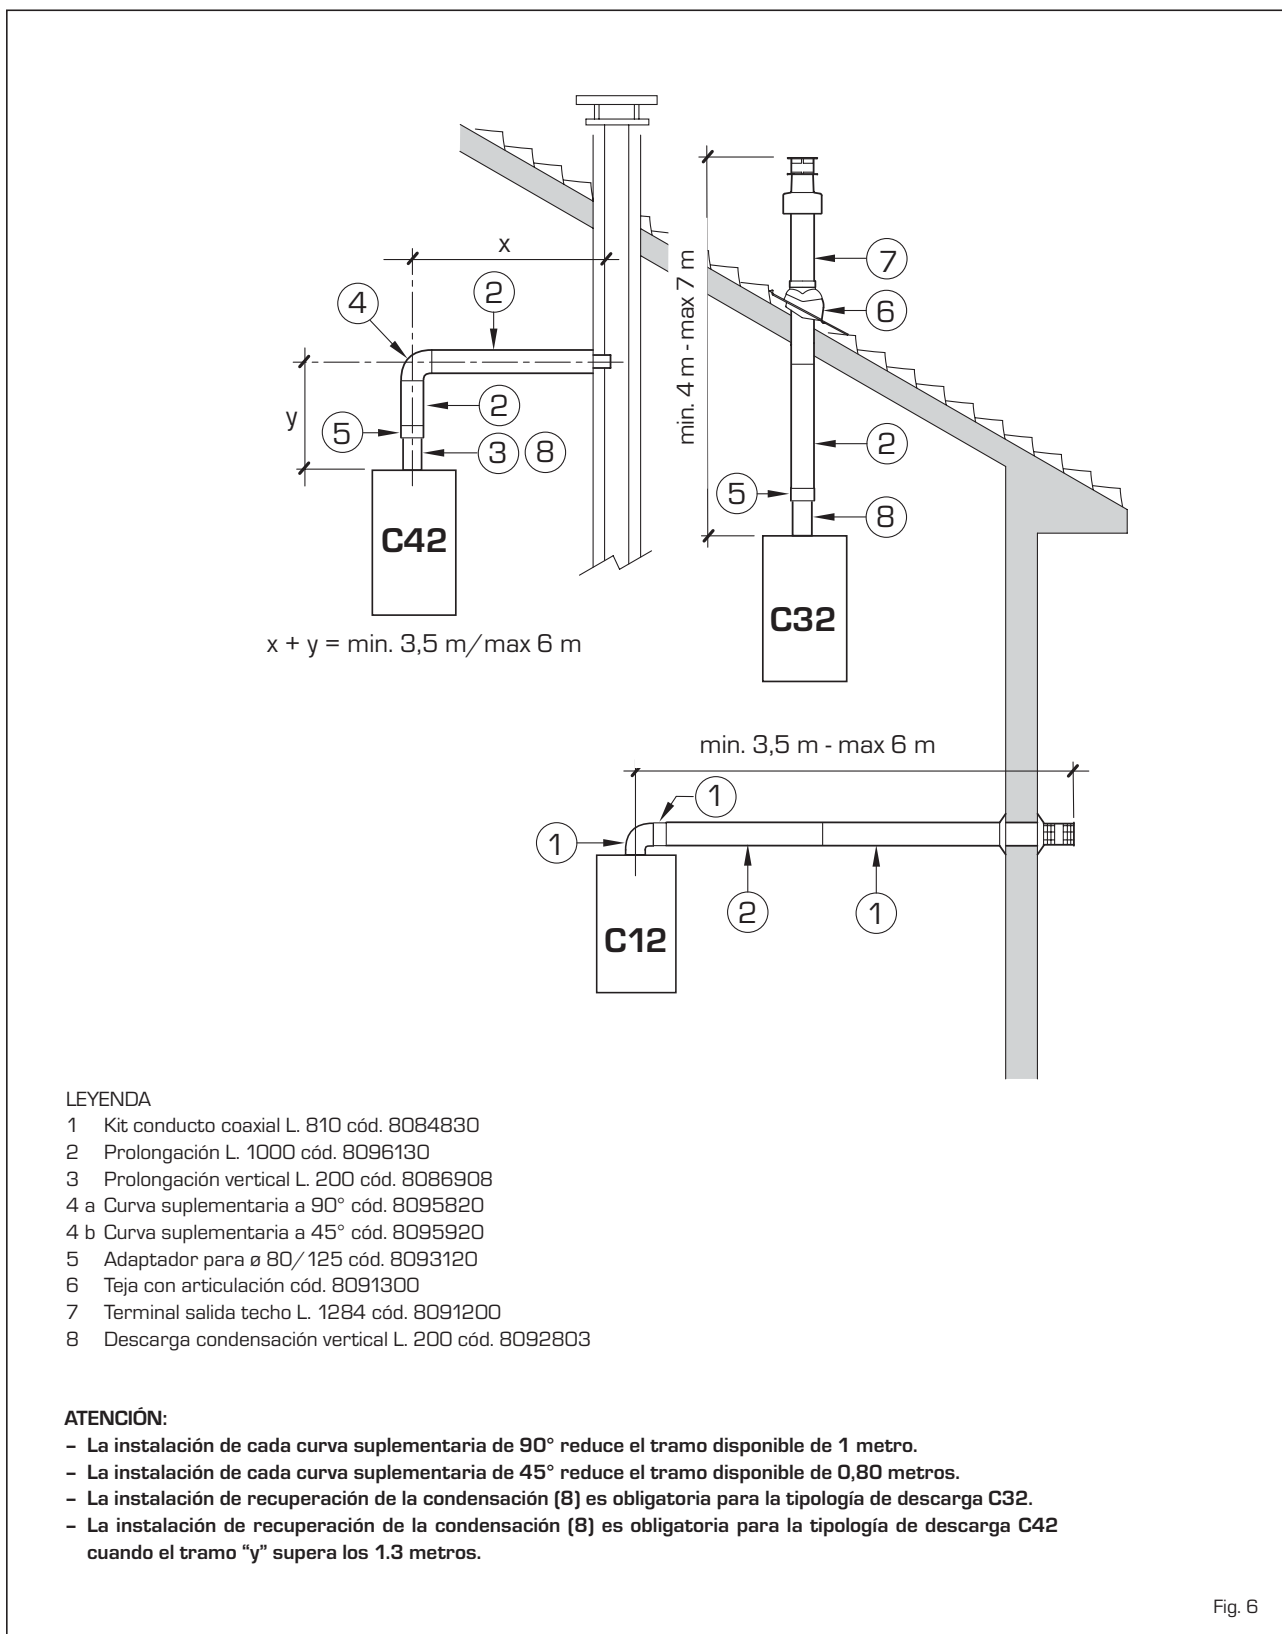

Fig. 6
2.7.3 Accesorios ø 80/125 (fig. 6)
Los esquemas de la fig. 6 ilustran algunos ejemplos de los distintos tipos de modalidad de descarga coaxial $\varnothing 80/125$.